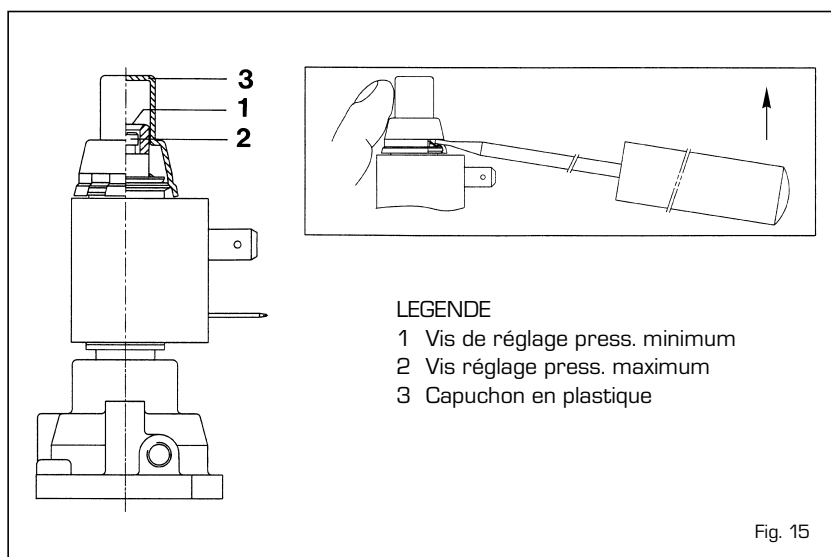

Fig. 15
4.2.1 Réglage de la pression minimum et maximum (fig. 15)